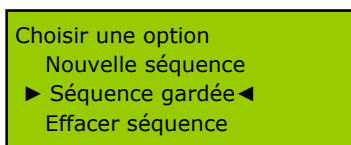

Figure 6.
- "*Séquence gardée*" permet d'exécuter une séquence de rotations préalablement mémorisée. Pour la sélectionner, placer les curseurs face à cette option comme montré sur la Figure 6 et appuyer sur [ENTER].